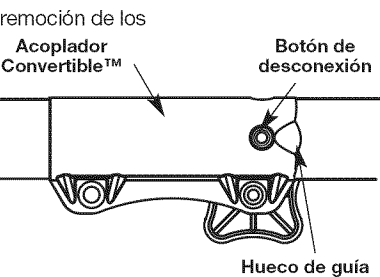
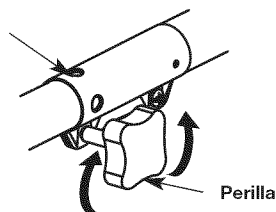

Fig. 3
Fig. 5
**PRECAUCIÓN:** Antes de operar esta unidad, cerciñese de que el botón de liberación esté completamente encajado en el orificio principal (Fig. 3) y de que la perilla de ajuste (Fig. 5) esté firmemente apretada.
- Gire la perilla en sentido antihorario para aflojarla (Fig. 5).
**NOTA:** La alineación del botón de desconexión con el hueco de guía facilitará la instalación (Fig. 3).
- Gire la perilla en sentido horario para ajustarla (Fig. 5).
Para realizar recortes decorativos con el accesorio de corte de cabezal de línea u otro accesorio, trabe el botón de desconexión del accesorio de corte u otro accesorio en el interior del agujero de 90° (Fig. 5).
- Opima y sostenga el botón de desconexión (Fig. 3).